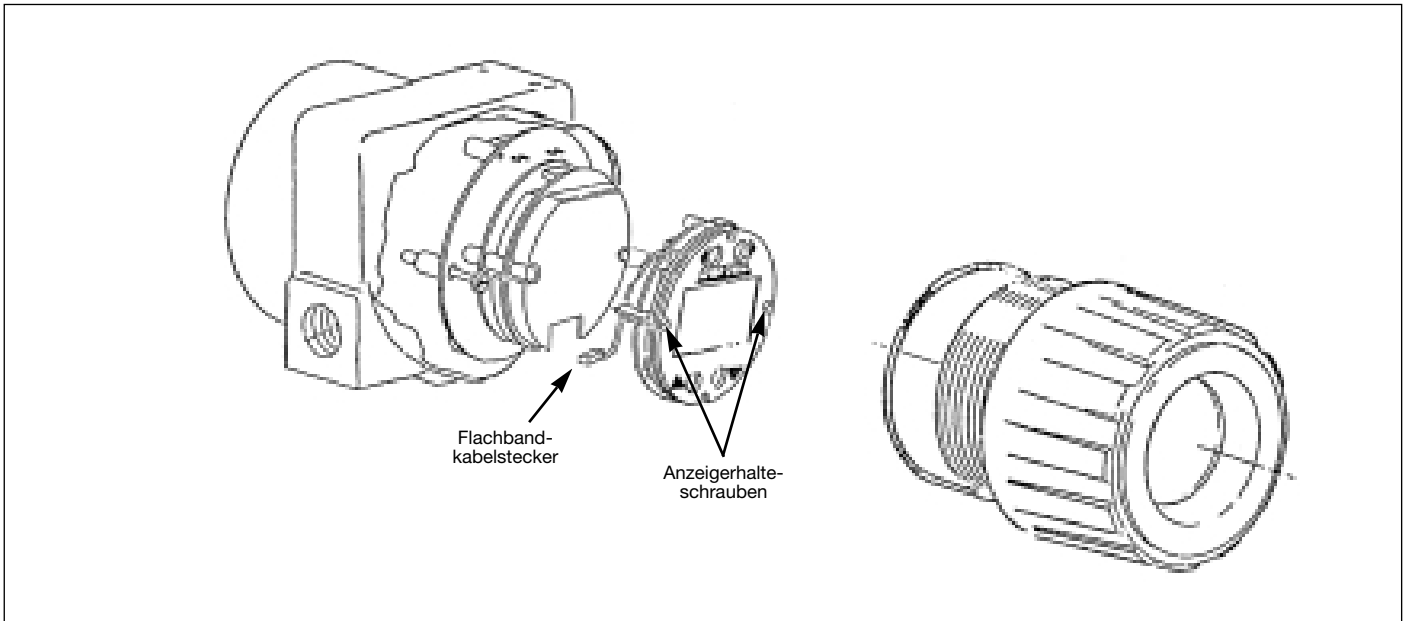

Abbildung 19. Elektronische Baueinheit mit Anzeiger-Anschluß
**ANMERKUNG:** Wenn ein Anzeiger auf der elektronischen Baueinheit installiert ist, den Anzeiger abnehmen. Dazu die beiden Halteschrauben lösen und das Flachbandkabel von der elektronischen Baueinheit abklemmen. Siehe Abbildung 19. Zum Anbau des Anzeigers an der neuen elektronischen Baueinheit siehe Abschnitt unten.